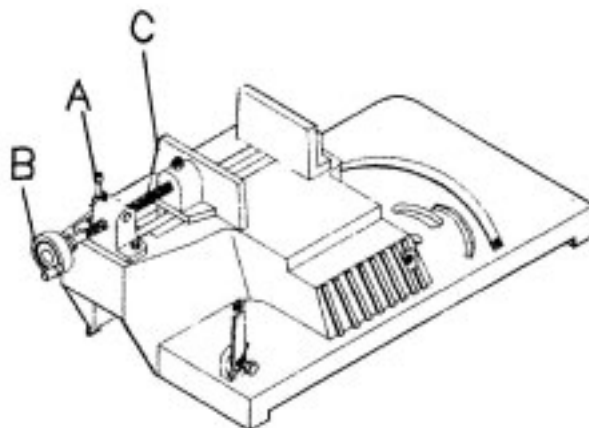

Fig. 2
1. Relevez la manette (A) de la Fig. 2 pour pouvoir faire avancer et reculer facilement l'étau, à l'aide du volant (B) à l'extrémité gauche du socle.
2. Repoussez le mors (C) vers la pièce, en le rapprochant au maximum de l'autre mors, qui est fixe.
4. Tournez le volant (B) dans le sens des aiguilles d'une montre, pour vous assurer du bon positionnement de la pièce. Vous constaterez en utilisation que ce mode de fixation de la pièce est plus pratique et plus efficace que tous les systèmes traditionnels.